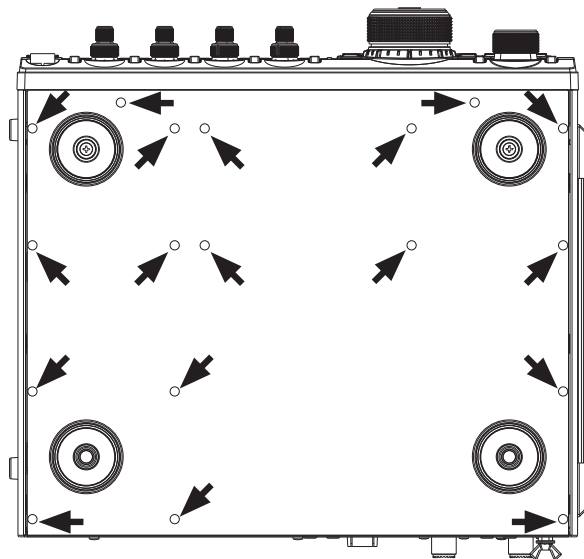

FIGURA 1
3. En relación a la Figura 1, extraer los 18 tornillos que fijan la caja inferior, y luego extraer la misma.